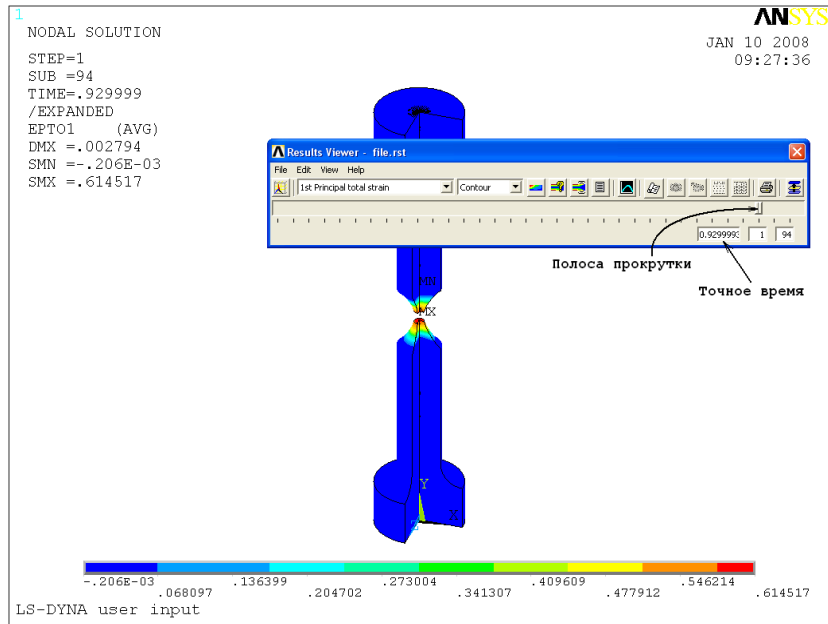

Рисунок 101. Разрушение образца
- Нажать кнопку *Isometric View*  (Рисунок 101).